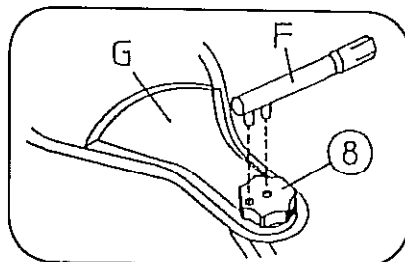

fig. 9
El manillar se regula tanto en altura como lateralmente aflojando previamente el volante (8) fig. 9. Para ello dispone de una llave especial (F) que va incluida en la caja de herramientas de la máquina (G). Esta caja se abre mediante el tornillo situado en su parte inferior.